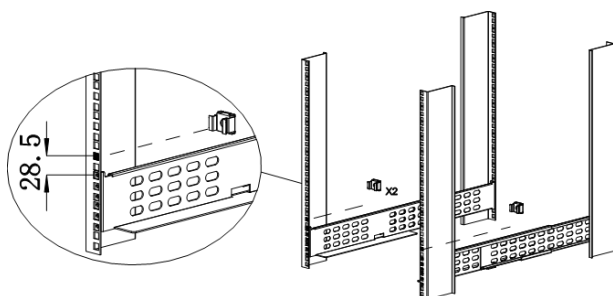
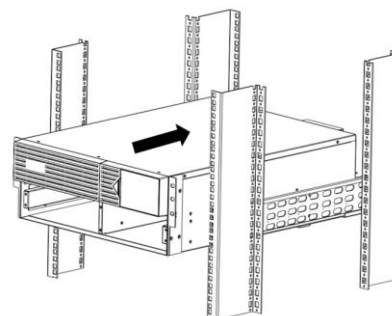

Figure 5
Figure 6
5. Localisez et fixez les rails de montage du rack/de l'armoire (Fig. 5). Placez l'onduleur sur l'avant des rails de montage du rack/de l'armoire. Faites glisser l'onduleur dans le rack jusqu'à ce que les oreilles entrent en contact avec les montants avant et ancrez l'unité à l'aide des vis de montage fournies. (Fig. 6)